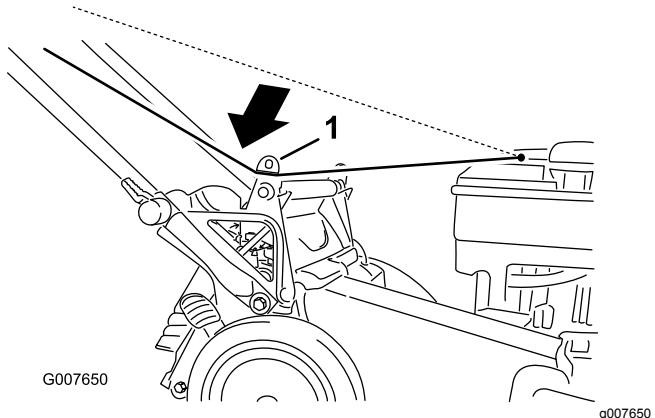

Figura 25
- Avvolgete il cavo di avviamento attorno al guidacavo inferiore (Figura 25).